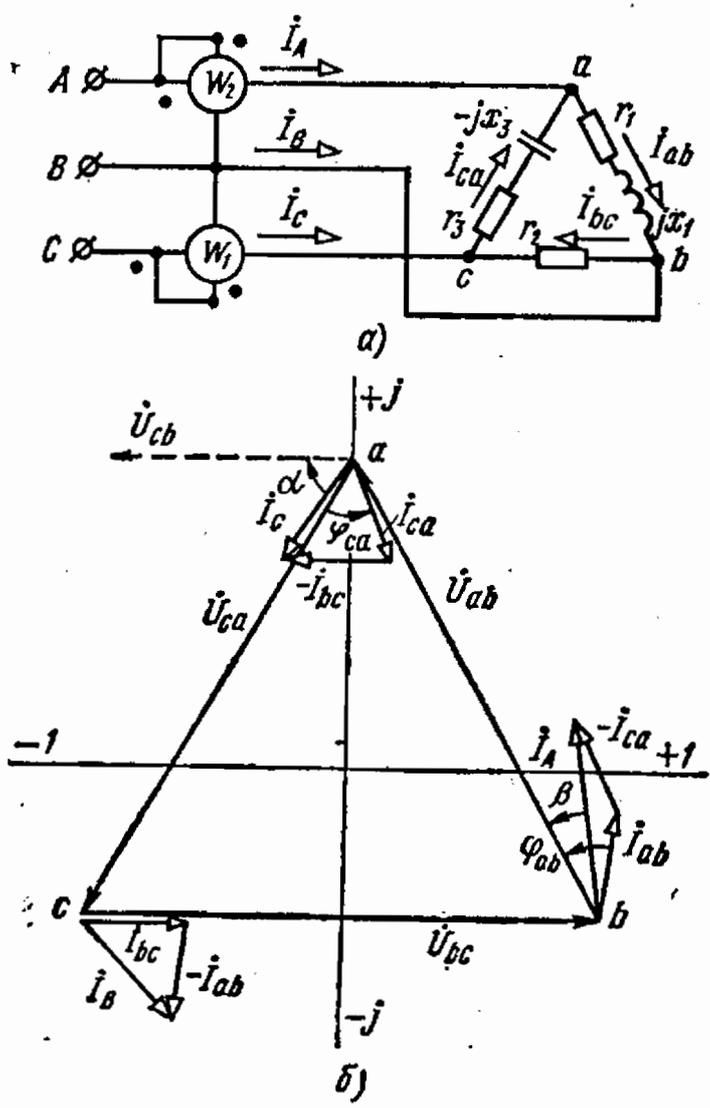

Рис. 6.23
6.23. Найти фазные и линейные токи схемы рис. 6.23, а, определить потребляемую активную мощность цепи, используя показания ваттметров, и построить векторную диаграмму, если сопротивление $r_1 = 4 \text{ Ом}$, $x_1 = 3 \text{ Ом}$, $r_2 = 5 \text{ Ом}$, $r_3 = 3 \text{ Ом}$, $x_3 = 4 \text{ Ом}$, а линейное напряжение источника питания $U = 220 \text{ В}$.
Решение. Предположим, что вектор \dot{U}_{bc} направлен по оси действительных величин (рис. 6.23, б). Тогда комплексы векторов линейных напряжений будут равны: